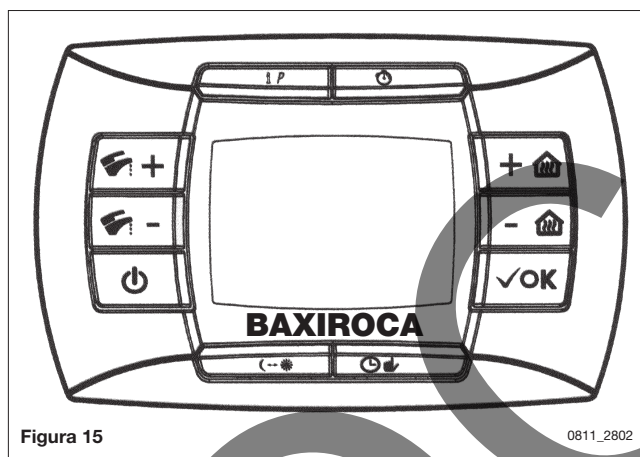

Figura 15
- Apretar y mantener apretado el pulsador  y, sucesivamente, apretar el pulsador  (ver figura 15).